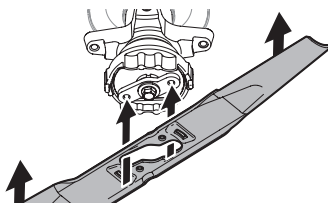

Figura 48
- Posicione la cuchilla debajo del montaje de husillo, y alinee con cuidado el orificio grande del centro de la cuchilla sobre el retenedor de cuchillas del tractor. Consulte la Figura 48.